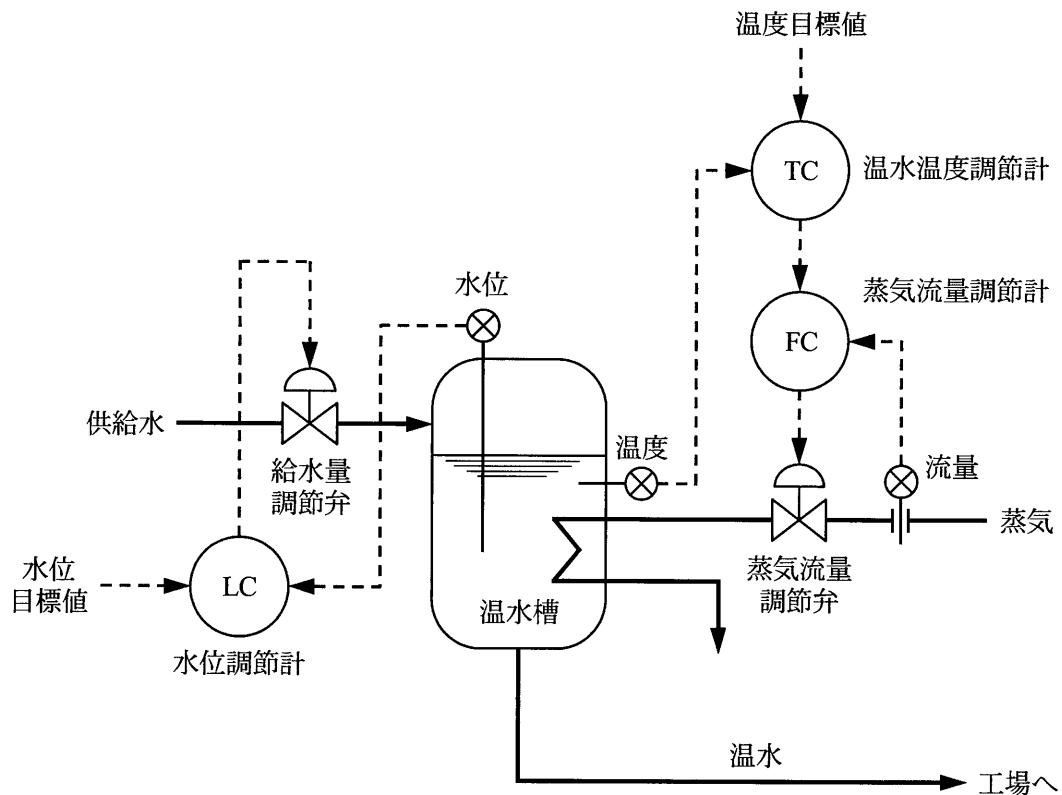

図1
- (1) 図1のように、蒸気を熱源として温水を製造する装置について考える。この装置では、温水槽の水位によって工場で消費される温水分だけ供給水が補給されており、蒸気流量を操作して、温水温度を目標温度で一定に保つような制御を行っている。
2) 図1では、温水温度調節計と蒸気流量調節弁との間に蒸気流量調節計が設けられており、温水温度調節計から出力される3 が蒸気流量調節計の目標値を与えている。この温水温度調節計と蒸気流量調節計の構成に代表されるような機能を持つ制御を、5 という。
① PID制御における制御アルゴリズムとしてP動作だけを使用した場合に、制御対象の値と目標値との差($=e$ とする)がいつまでも零にならない7 が生じることがある。
② 図1の温水温度調節計がP動作のみの調節計の場合、調節計の出力はPBを用いて次式で表すことができる。なお、PBはP動作の調整パラメータで8 と呼ばれる。